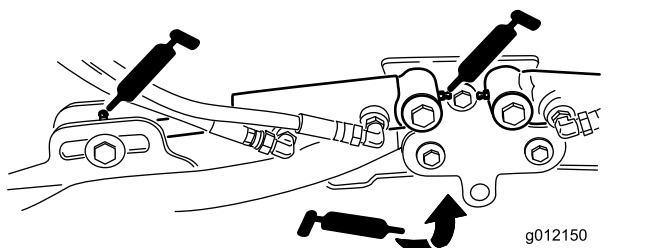

图39
- 滚刀组提升臂枢轴每个滚刀组 2 个 图39
- 提升臂枢轴每个滚刀组 1 个 图39